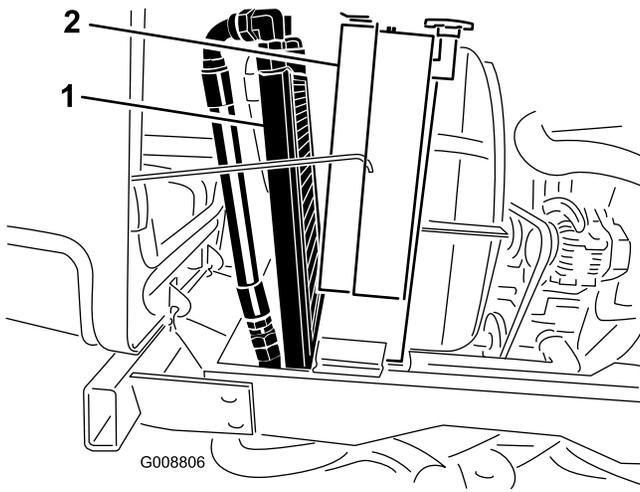

Figura 68
3. Girate indietro il radiatore dell'olio. Pulite accuratamente entrambi i lati dell'area del refrigeratore dell'olio e del radiatore utilizzando aria compressa (Figura 68). Iniziate dal lato della ventola e fate uscire i detriti verso la parte posteriore. Successivamente eseguite la pulizia partendo dalla parte posteriore e soffiando l'aria verso la parte anteriore. Ripetete la procedura più volte fino a rimuovere completamente sporcizia e detriti.